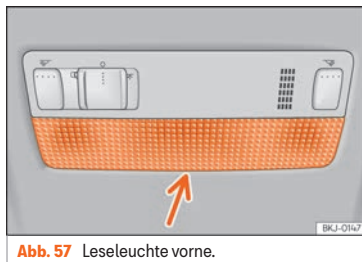

Abb. 57 Leseleuchte vorne.
- Das flache Ende eines dünnen Schraubendrehers zwischen Gehäuse und Glas einführen »» **Abb. 57**.